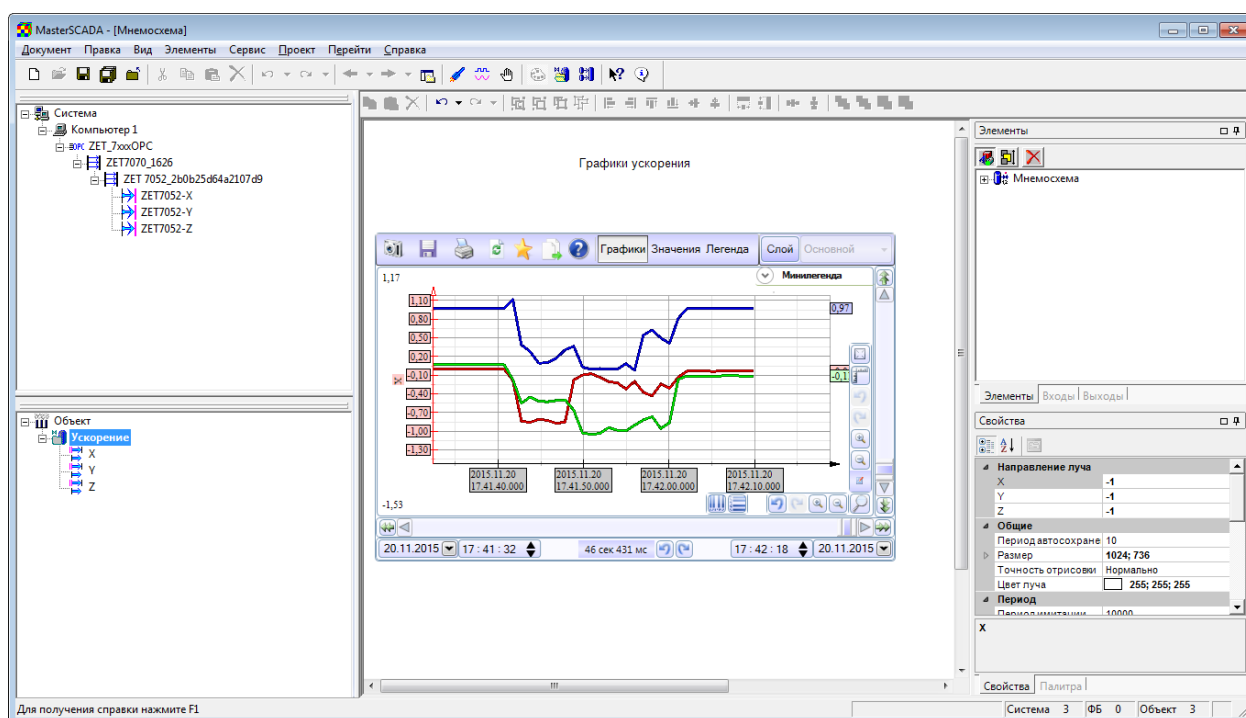

Рисунок 58.
3) Оформляем мнемосхему узла, чтобы на ней отображались тренды для каждого из значений ускорения по осям X, Y и Z (см. Рисунок 58)